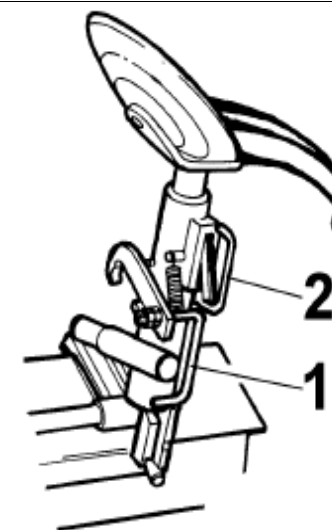

Рис.12
**6.** Для подъема монтажного рычага, отпустите фиксатор (#1 Рис. 12) и возьмите рукоятку (#2 Рис.12). Рычаг уравновешен пружинным механизмом и поэтому требует минимального усилия. При фиксации рычага в рабочем положении убедитесь что вы приложили должное усилие и достигли надёжной фиксации.